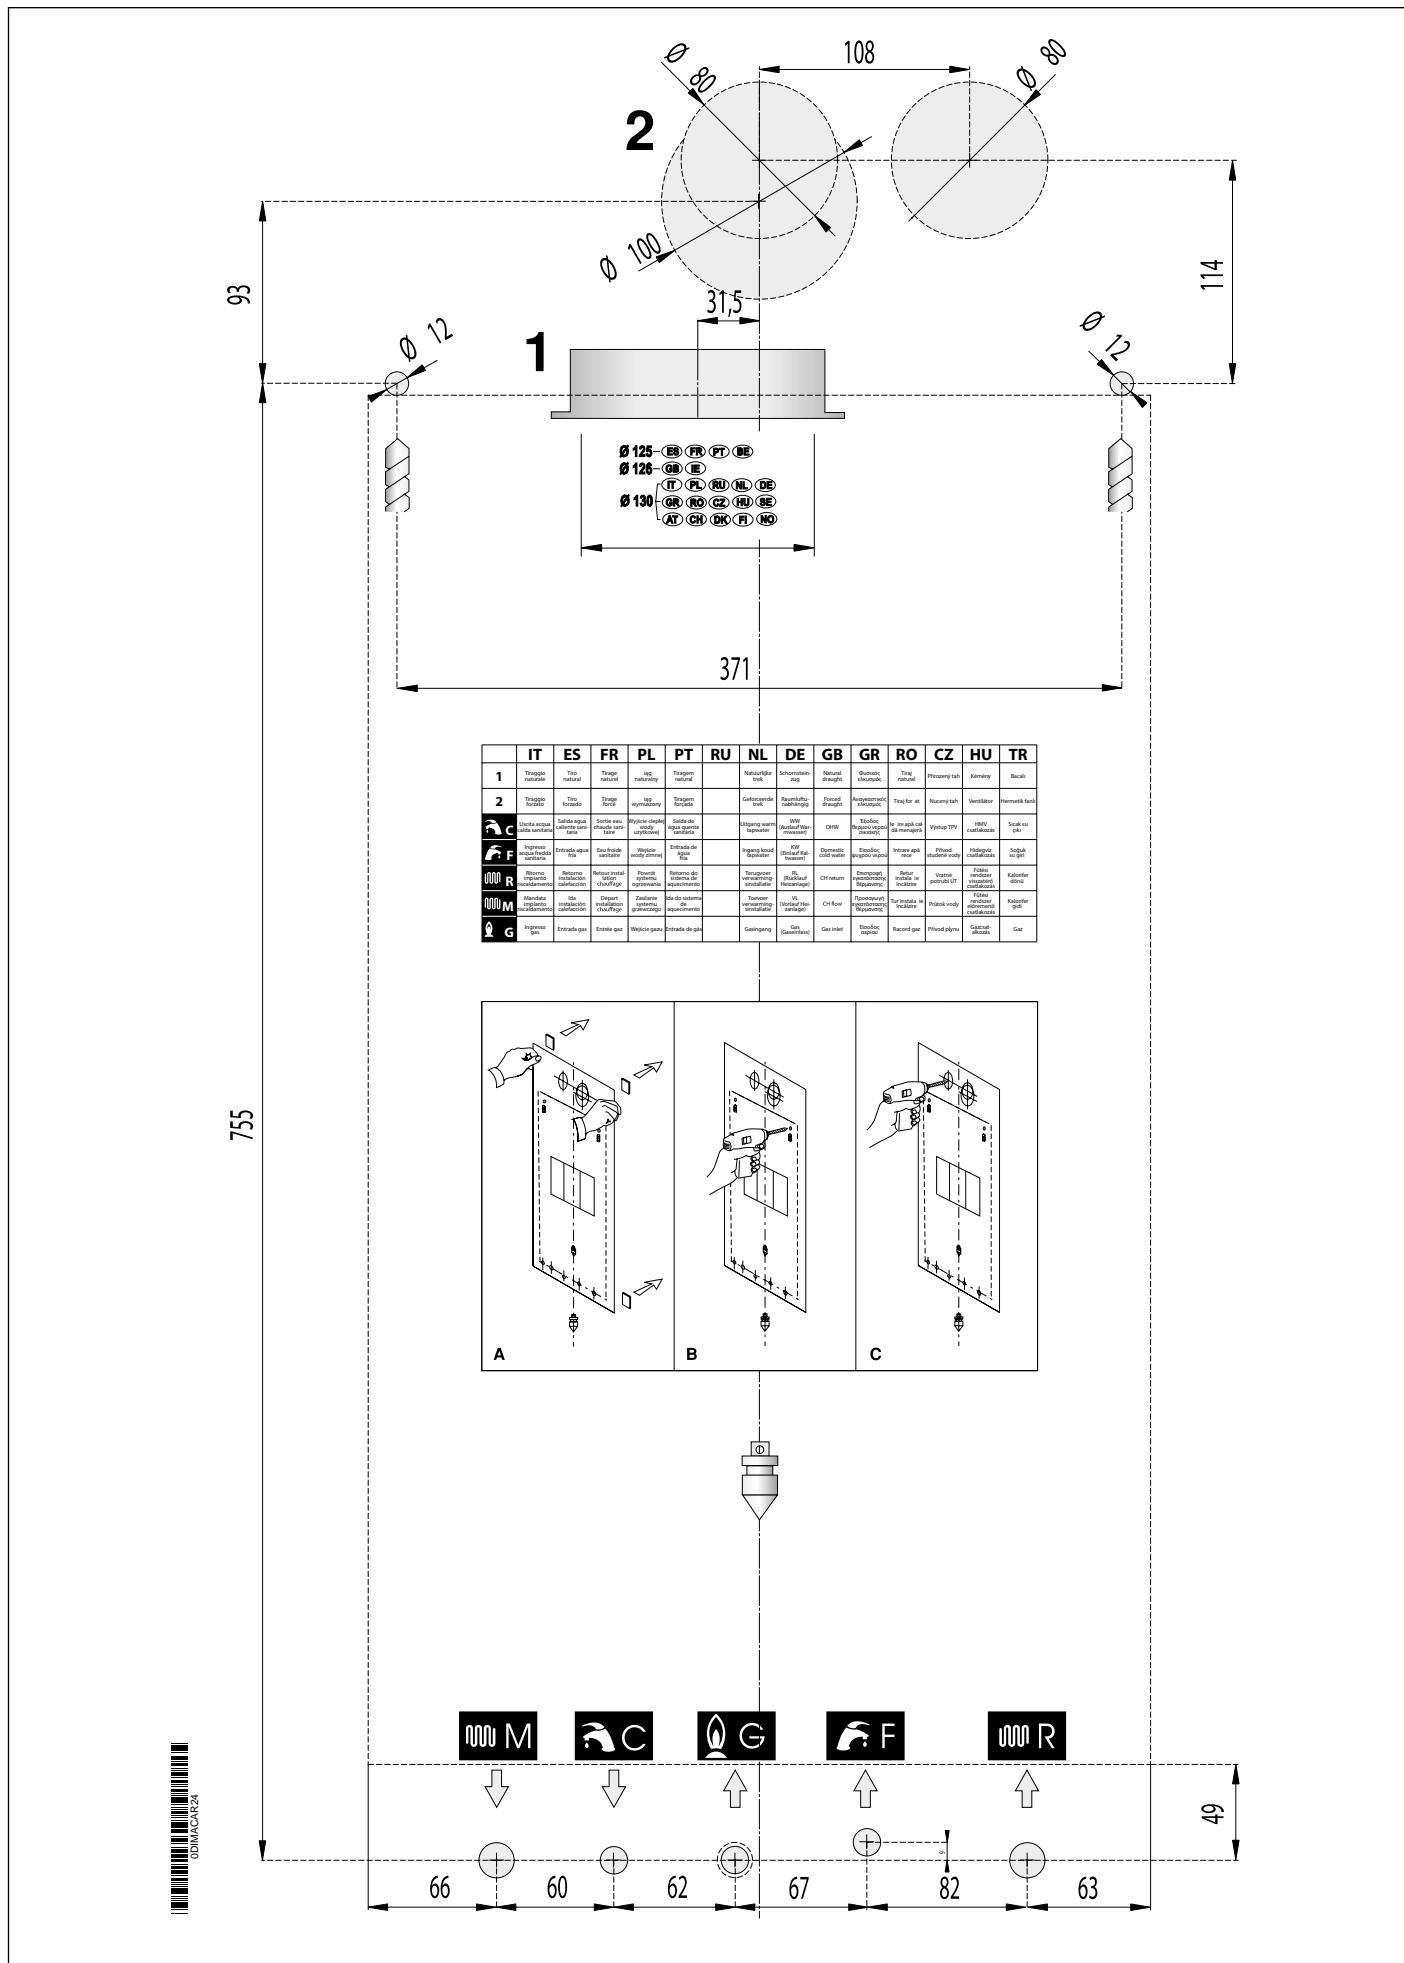

Рис. 7 Шаблон из картона
- монтажный шаблон (смотри Рис. 7 Шаблон из картона);
Каждый котел снабжен специальным шаблоном из картона (смотри Рис. 7 Шаблон из картона).